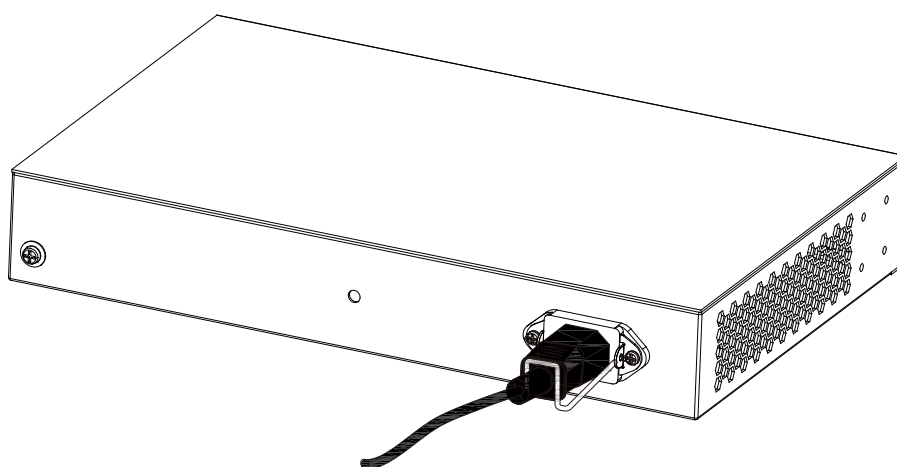

図 3-5 AC 電源コードストッパーを電源コードに固定した状態
- (2) 電源コードを AC インレットに挿入後、AC 電源コードストッパーを下げることで、電源コードを固定します。(図 3-5 参照)